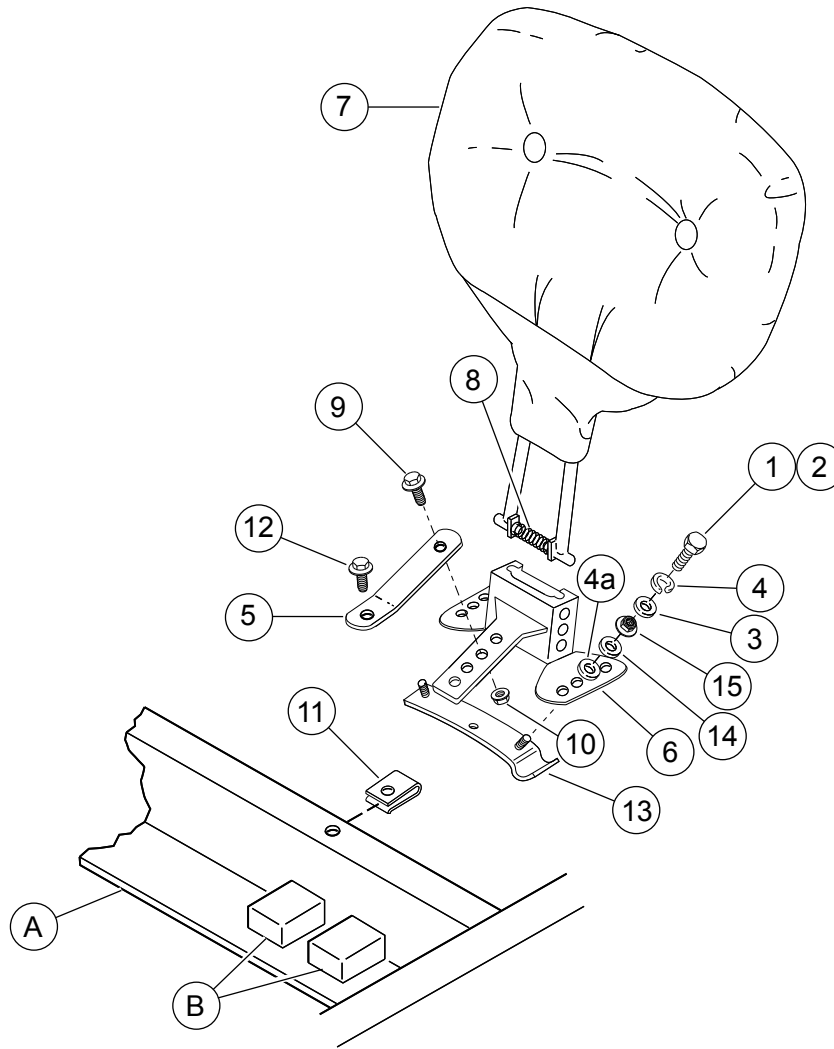

Figure 3. Pièces détachées : Kits d'appui-dos de conducteur
Voir Figure 3 et Tableau 1.
- Modèles de 1998 et plus anciens** : Voir Figure 3. Prendre deux boulons de 5/16-24 x 7/8 pouce (2) (ou de 5/16-18 x 7/8 pouce sur certains modèles de 1994 et plus récents). Ajouter une rondelle plate (3) et une rondelle-frein (4) sur chaque boulon. **Modèles de 1999** : Passer à l'étape 6. Les éléments 2, 3 ou 4 ne sont pas utilisés sur ces modèles.
- Positionner le support de montage d'appui-dos (6) avec la languette vers l'avant du véhicule au-dessus des trous dans la plaque de montage de la barre de maintien.
8. **Modèles de 1996 et plus anciens :** Voir Figure 3. Retirer le boulon, l'écrou et la rondelle-frein de série qui attachent le garde-boue arrière à la traverse de cadre. Utiliser ces écrou, rondelle-frein et boulon pour attacher le support de montage (5) d'appui-dos à la traverse de cadre. **Modèles de 1997 à 2008 :** Voir Figure 3. Glisser l'écrou captif (11) sur le trou central de la traverse de cadre derrière la batterie. Attacher le support d'attache (5) à la traverse de cadre en installant un boulon de 1/4-20 x 1/2 pouce (12) dans le trou du support d'attache (5) et en vissant le boulon dans l'écrou captif (11). Bien serrer le boulon.
9. Recourber le support d'attache (5) vers le haut pour l'amener vers la languette sur le support de montage d'appui-dos. *Dans certains cas, il sera nécessaire de retourner le support d'attache pour accueillir l'appui-dos.* Attacher le support au support de montage d'appui-dos avec le boulon à collet (9) et l'écrou à collet (10) à travers le trou dans le support qui est aligné avec le trou dans le support de montage d'appui-dos. Bien serrer.
11. Voir Figure 3. Maintenir ouverte la fente entre le siège du conducteur et celui du passager. Sur l'appui-dos du conducteur, comprimer les tiges et le ressort de l'appui-dos. Introduire les tiges dans le support de montage d'appui-dos.